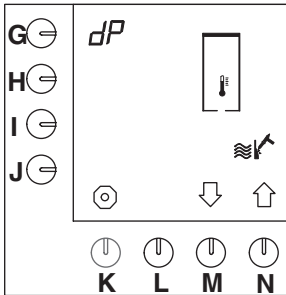

Fig. 21 Start ontkalkingsprogramma
- Het ontkalkingsprogramma verschijnt in het display (fig. 21).
- houdt programmeertoets (G.) ingedrukt, totdat fig. 21 weer in het display verschijnt.